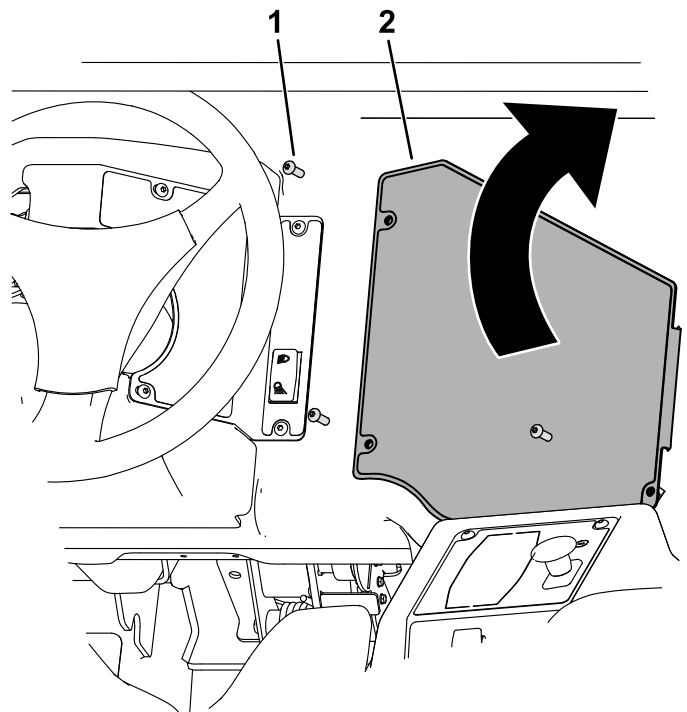

Figure 14
1. Retirez les 3 vis à tête ronde et rabattez le panneau de commande sur la droite (Figure 14).